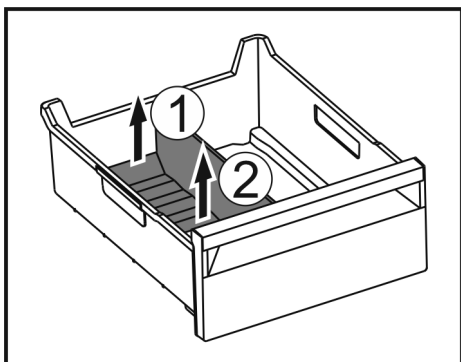

Fig. 126
- Soulever la partie arrière du séparateur de congélateur. Fig. 126 (1)
- Retirer le séparateur de congélateur par le haut. Fig. 126 (2)